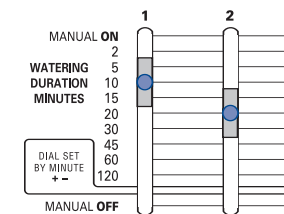

Abbildung 10: Schieberegler für Bewässerungsdauer auf 10 Minuten und 20 Minuten eingestellt.
- Jeden Schieberegler (**Water Duration Slide Switch**) bei jeder Station auf die gewünschte Zeit (von 2 bis 120 Minuten) einstellen. [Siehe Abbildung 10]